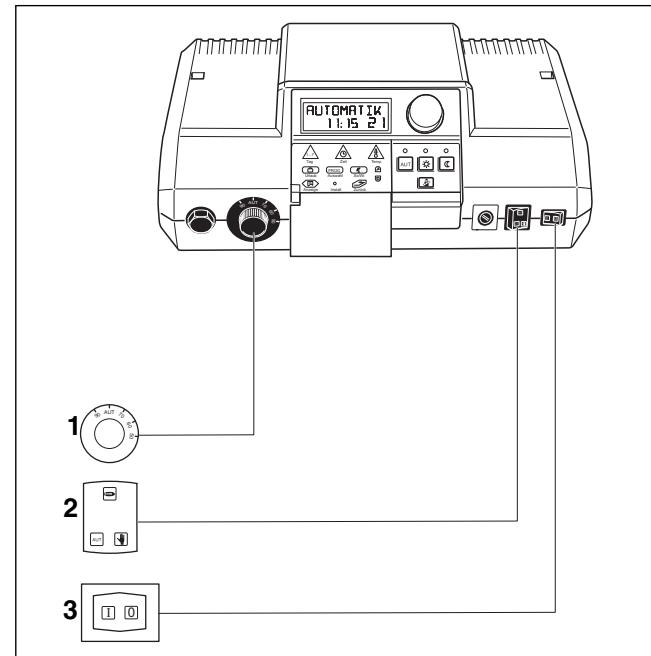

Рис. 17 Проверить настройки элементов управления
- ▶ Регулятор температуры котловой воды (→ рис. 17,
- ▶ Выключатель аварийного режима, отопления и горячего водоснабжения (→ рис. 17,